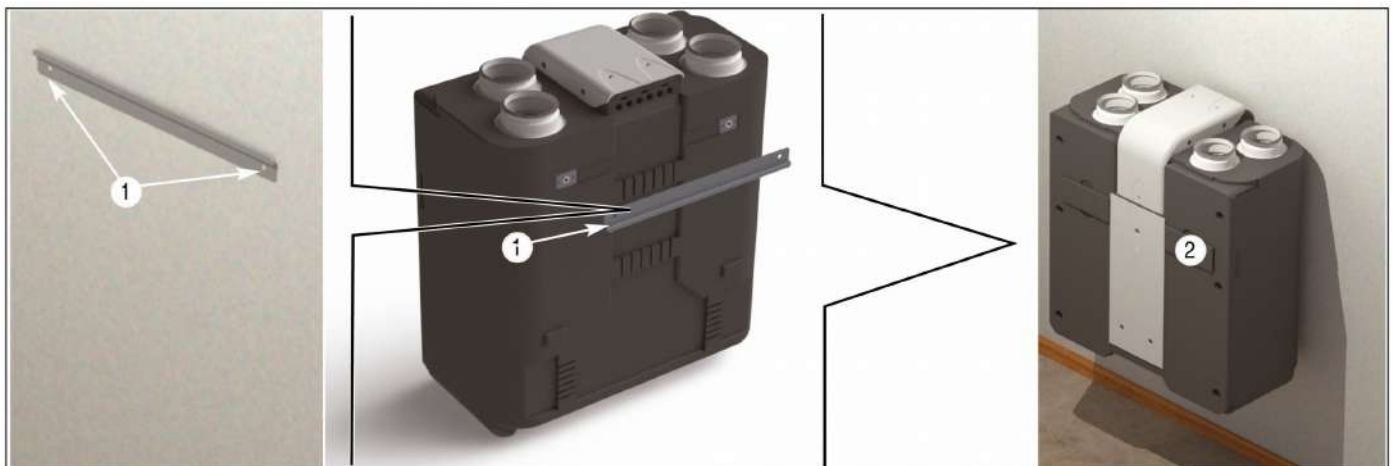

Fig.10
- Inserire nella parete i tasselli di tenuta (a cura dell'utente) e fissare la staffa al muro, orientandola con i fori verso il basso (1 Fig. 10).
- Agganziare l'Unità (2 Fig. 10) alla staffa a parete, facendo riferimento alle scanalature presenti.
- Inerts on wall dowels (not supplied) and lock mounting bracket with holes in lower position (1 Fig. 10).
- Attach unit (2 Fig. 10) on mounting bracket following grooves.